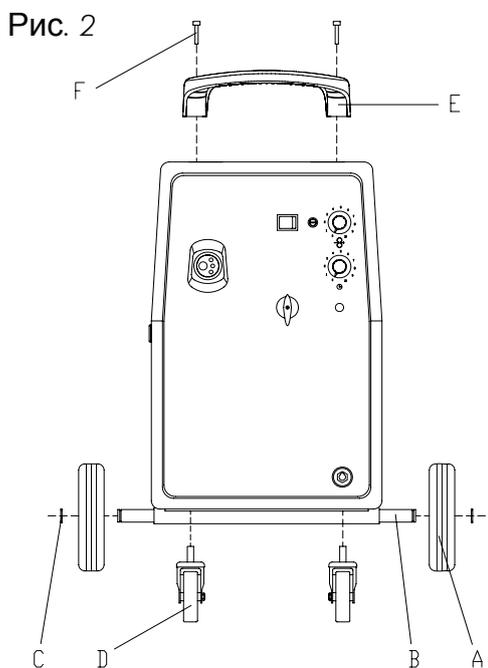
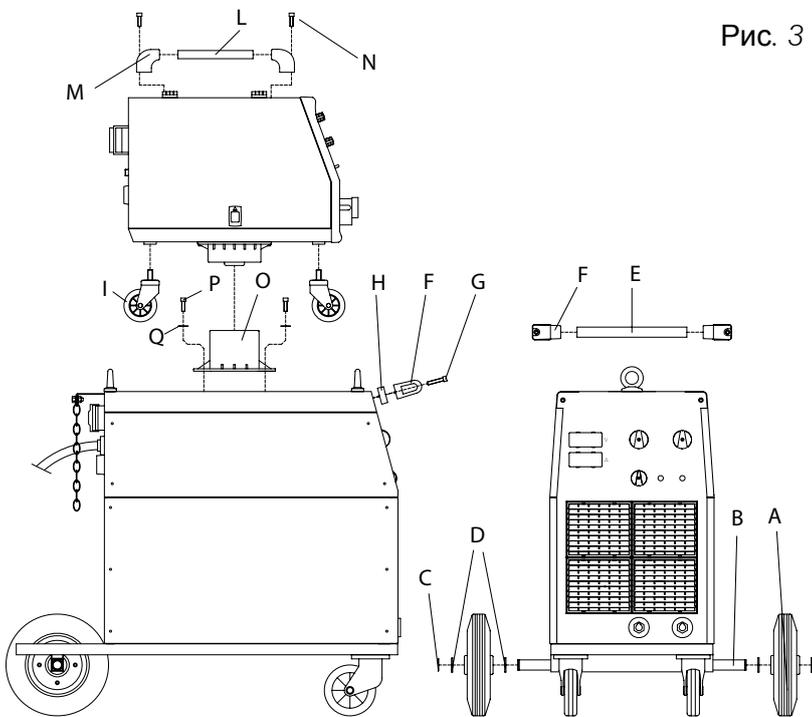

Рис. 2
Рис. 3
- Рис. 2
- Прикрутите передние поворотные колесики (D) к аппарату;
- Вставьте опорную ось (B) в специальные отверстия и закрепите колеса (A) стопорными кольцами (C).
- Закрепите ручку (E) винтами (F), имеющимися в комплекте к аппарату;
- Рис.3